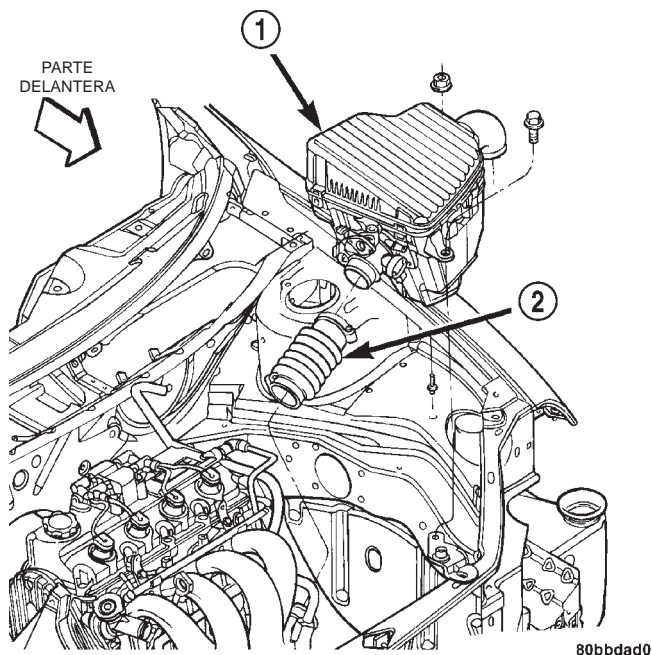

Fig. 184 Desmontaje e instalación del conjunto del depurador de aire
- 2 - TORNILLOS (4)
(7) Retire el conjunto de depurador de aire y cuerpo de mariposa del acelerador (Fig. 184) tal como se indica a continuación:
(c) Retire la tuerca y el perno de instalación (Fig. 184) y retire parcialmente el conjunto de depurador de aire.
- (10) Instale la bandeja de la batería.
- (11) Instale la batería y la abrazadera de sujeción de la misma.
- (12) Instale el conjunto de depurador de aire y cuerpo de mariposa del acelerador (Fig. 184) tal como se indica a continuación: